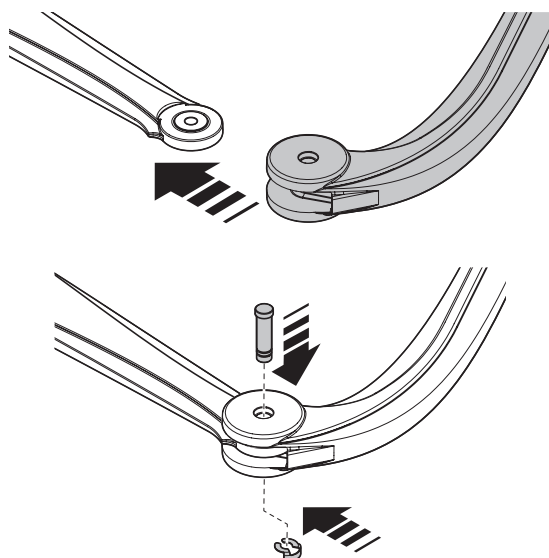

Fig. 9
02. Fixar os dois braços entre si através do pino e do anel seeger **fig. 9**;